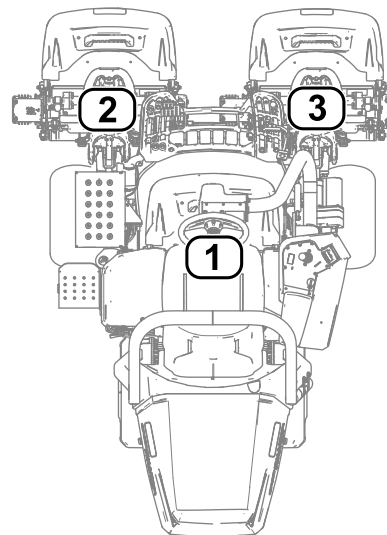

図 31
- 1 は中央カuttingユニット 図 31
- 2 は左前カuttingユニット 図 31
- 3 は右前カuttingユニット 図 31